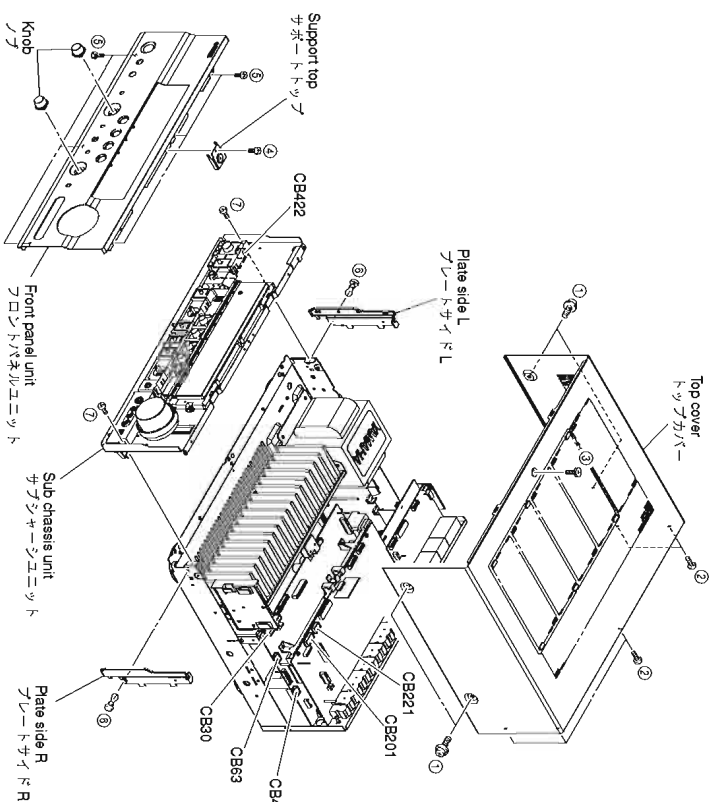

Fig. 1
- a. Remove 4 screws (①), 5 screws (②) and screw (③). (Fig. 1)
- b. Slide the top cover rearward to remove it. (Fig. 1)
- a. ①のネジ4本、②のネジ5本、③のネジ1本を外します。(Fig. 1)
- b. トップカバーを後方へスライドさせ、取り外します。(Fig. 1)
- a. Remove 2 knobs. (Fig. 1)
- b. Remove screw (④) and then remove the support top. (Fig. 1)
- c. Remove 6 screws (⑤). (Fig. 1)
- d. Remove the front panel unit. (Fig. 1)
- a. ノブを2個取り外します。(Fig. 1)
- b. ④のネジ1本を外し、サポートトップを取り外します。(Fig. 1)
- c. ⑤のネジ6本を外します。(Fig. 1)
- d. フロントパネルユニットを取り外します。(Fig. 1)
- a. Remove 2 push rivets (⑥). (Fig. 1)
- b. Remove the plate side L and plate side R. (Fig. 1)
- c. Remove 2 screws (⑦). (Fig. 1)
- d. Remove CB30, CB46, CB63, CB201, CB221 and CB422. (Fig. 1)
- e. Remove the sub chassis unit. (Fig. 1)
- a. ⑥のプッシュリベット2本を外します。(Fig. 1)
- b. プレートサイドLおよびプレートサイドRを取り外します。(Fig. 1)
- c. ⑦のネジ2本を外します。(Fig. 1)
- d. CB30、CB46、CB63、CB201、CB221、CB422を外します。(Fig. 1)
- e. サブシャーシユニットを取り外します。(Fig. 1)